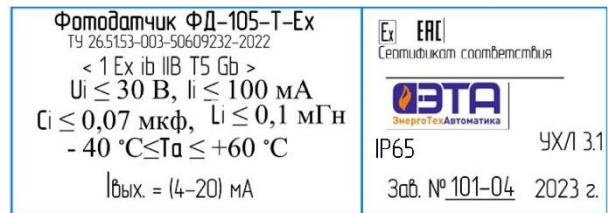

Рис.6. Табличка для фотодатчика.
6.1. На табличке для фотодатчиков (рис. 6), изготовленной методом фотохимического травления, должны быть нанесены следующие знаки и надписи:
6.2. На прикрепленной к датчику табличке (рис. 6), изготовленной методом шелкографии или фотохимической печати, должны быть нанесены следующие знаки и надписи: